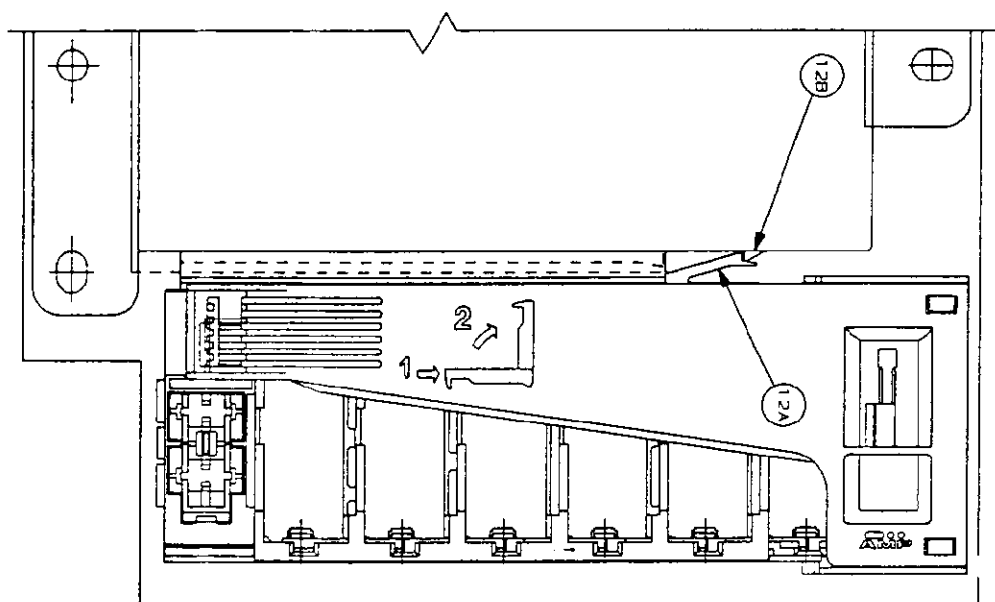
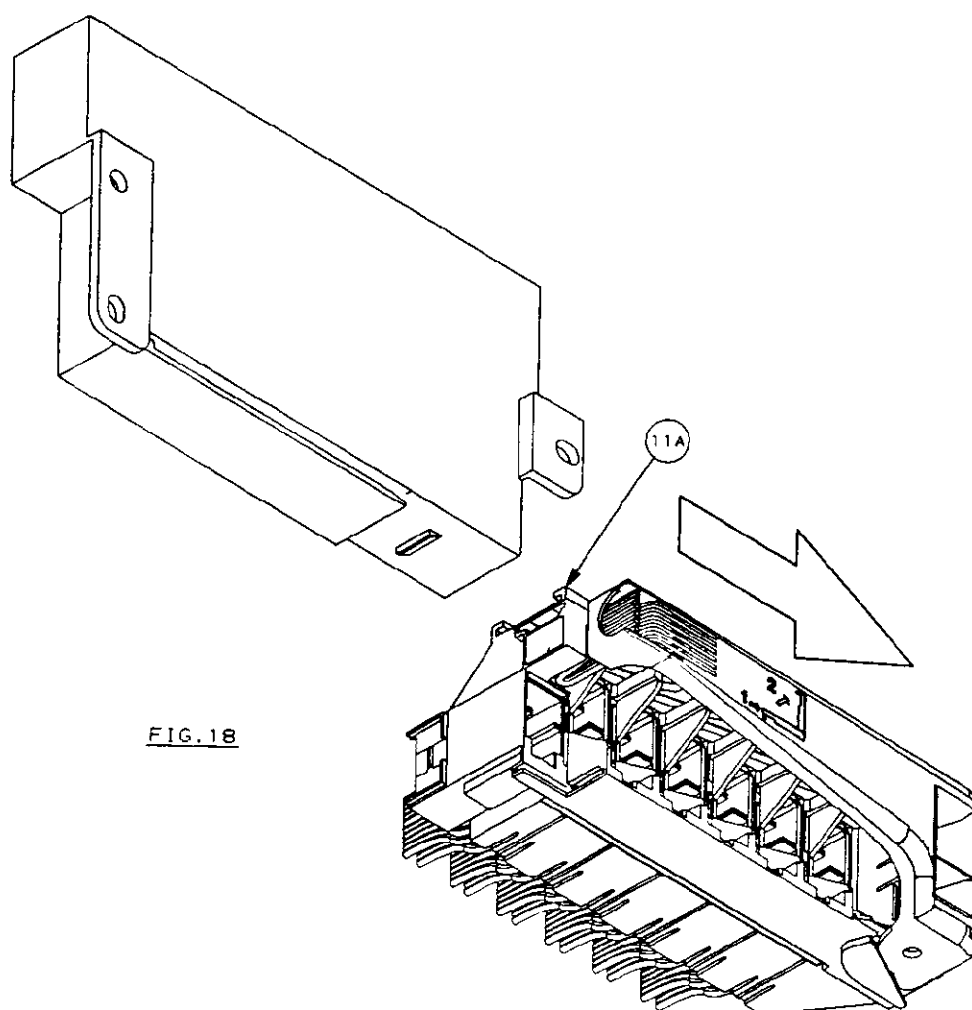

FIG. 12
FIG.18
1) With a screwdriver or similar tool bend the locking lance **12A** up to the release from the box latch **12B** (see **Fig. 12**) then slide the frame in the groove and remove it (see **Fig.18**).
1) Agire con un cacciavite o attrezzo simile sulla lancetta di aggancio **12A** fino al suo completo disimpegno dal dente di arresto **12B** (**vedi Fig.12**); quindi far scorrere il frame sulla scanalatura ed estrarlo (**vedi Fig.18**).